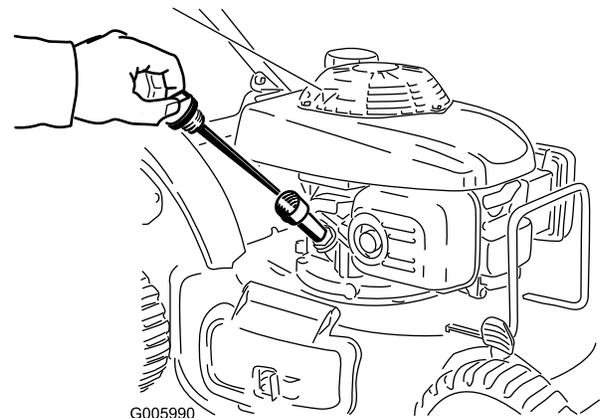

Figure 40
2. Retirez la jauge (Figure 40).
4. Versez de l'huile **avec précaution** dans le tube de remplissage d'huile, en vérifiant régulièrement le niveau sur la jauge, jusqu'à ce que la jauge indique que le moteur est plein, comme illustré (Figure 40). **Ne remplissez pas excessivement.** (Remplissage max. : 0,55 l (20 oz), type : huile détergente SAE 30W de classe de service API SH, SJ, SL ou supérieure.)